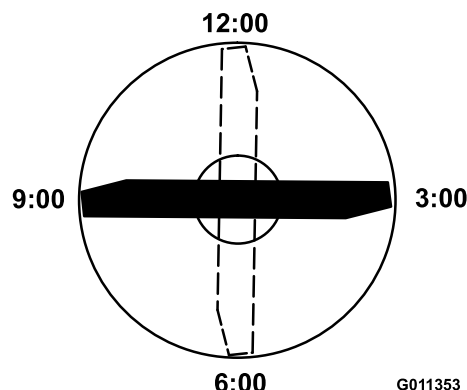

Figura 101
4. Posicione a extremidade de corte da extremidade marcada da lâmina nas 12 horas (a direito na direção do corte) (Figura 101) e meça a altura da mesa à extremidade de corte da lâmina.
5. Rode a extremidade marcada da lâmina para as posições das 3 horas e das 9 horas (Figura 101) e meça as alturas.